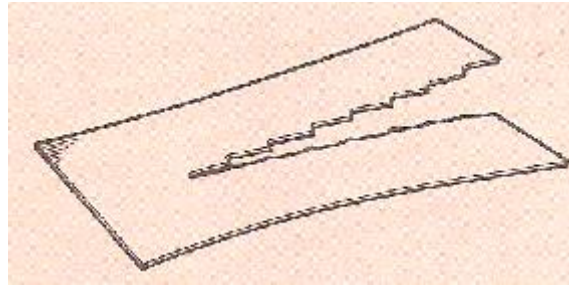

Fig.6
- El corte de la chapa se efectúa empujándola entre las dos cuchillas y guiándola por el trazo, con relación a la cuchilla superior, al tiempo que se baja ésta con la palanca. El mantener la chapa horizontal ayuda a observar la dirección del corte; para ello conviene ajustar el tope al grueso de la chapa. Igual que con la tijera de mano, cuando el corte que se realiza es de mayor longitud que las cuchillas, no se deben cerrar totalmente con el fin de evitar las *mordeduras* (fig.6) producidas por el cruce del extremo de aquellas.